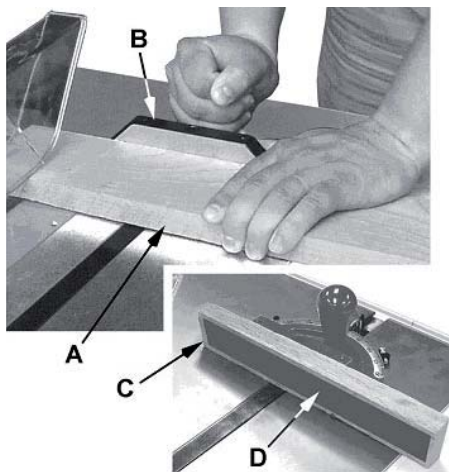

Рис. 32
- Поперечний розпил – це розпил, під час якого оброблювана деталь (А, Рис. 32) подається поперек пиляльного диска за допомогою інструменту для розпили під кутом (В, Рис. 32) для підтримки та правильного розташування деталі.
- Для покращення ефективності інструменту для розпили під кутом в операції поперечного розпили, закріпіть допоміжну дерев'яну заготовку (С, Рис. 32) з приклеєною стрічкою шліфувального паперу (D, Рис. 32) до кутового вимірювача.